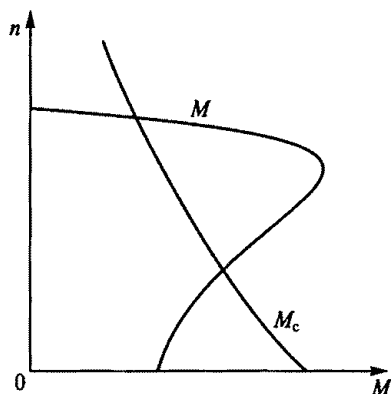

Рис. 258
11.15. Может ли асинхронный двигатель с короткозамкнутым ротором, имеющий естественную механическую характеристику M , показанную на рис. 258, приводить в движение механизм с механической характеристикой M_c ?
11.16. Может ли асинхронный двигатель с фазным ротором, имеющий естественную механическую характеристику M , показанную на рис. 258, привести в движение механизм с механической характеристикой M_c ?